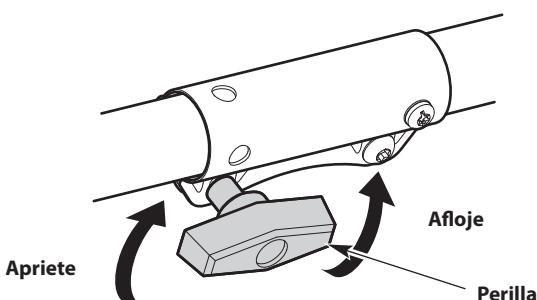

Fig. 5
3. Gire la perilla en el sentido contrario a las agujas del reloj para aflojar el acoplador (Fig. 5).
- Gire la perilla en el sentido de las agujas del reloj para apretar el acoplador (Fig. 5).
- Gire la perilla en el sentido contrario a las agujas del reloj para aflojar el acoplador (Fig. 5).